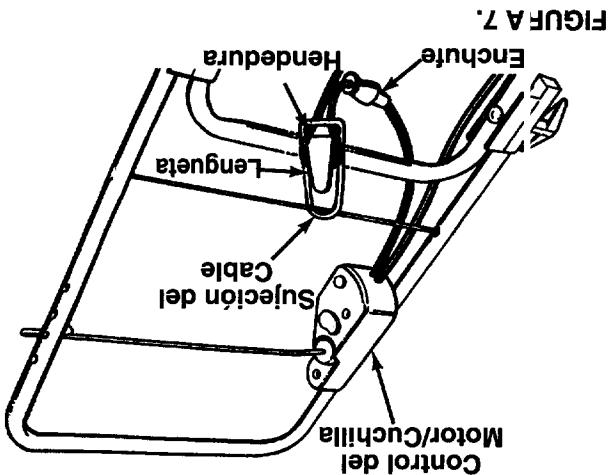

FIGURA 7.
- CORTE AL CABLE DE EXTENSIÓN COMPLETO: Corte el enchufe del cable de extensión polarizado. Quite la parte inferior de la sujeción del cable. No trate de alterar el accesorio de centro de servicio. No trate de alterar el amague de la rueda. Si aun de esta manera no calzan, llame a su taller de servicio. Una vez que la extensión vuelva a una medida, no lo pude conectar, dele media el amague del cable de extensión solamente de cuclilla es más grande que la otra) que calzara en tacosped tiene un enchufe polarizado AC (una tacosped tiene un enchufe del cable de extensión polarizado. El cortar entre el amague del cable de extensión completa la figura 7.